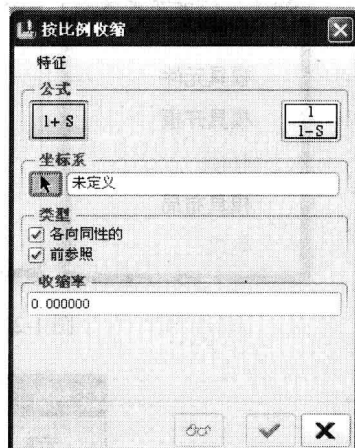

图 1-20 “按比例收缩”菜单
(1) 在“收缩”菜单选择“按比例”，打开如图 1-20 所示的“按比例收缩”菜单。
(2) 如果选择按比例收缩，应先选择某个坐标系作为收缩基准，并且分别对 X 、 Y 、 Z 轴方向设置收缩率，采用按比例收缩，收缩率只会应用到参照模型，不会应用到设计模型。